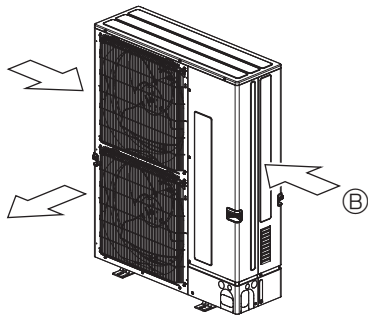

Fig. 2-6
- 3 Εγκαταστήστε τη μονάδα με τρόπο ώστε ο αέρας που βγαίνει από το στόμιο εξαγωγής να φυσά κάθετα σε σχέση με την κατεύθυνση του ανέμου, εάν αυτό είναι δυνατό. (Fig. 2-6)